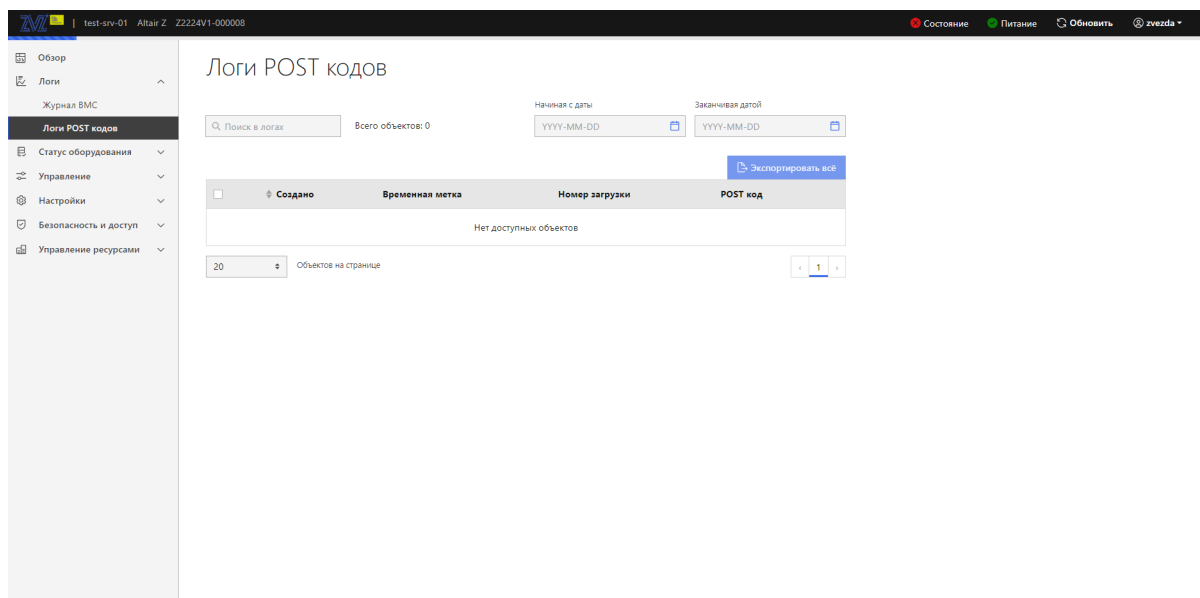

Рис. 74. Окно «Логи POST кодов»
- 3) Пройдите во вкладку «Логи» → «Логи POST кодов» в данной вкладке отображены все логи POST кодов. В поле «Поиск в логах» производится поиск логов POST кодов. В поле «Начиная с даты» произведите фильтрацию по дате начала логов, в поле «Заканчивая датой» произведите фильтрацию по дате окончания логов. «Экспортировать всё» позволяет экспортировать все логи POST кодов. Окно показано на рис. 74 Окно «Логи POST кодов»